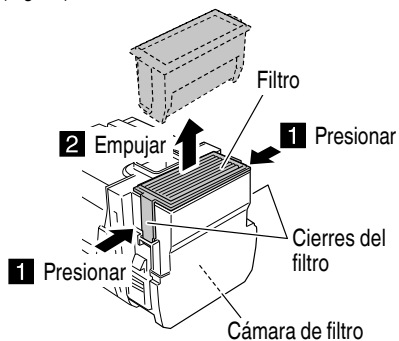

Fig. 15
- (3) Presione los 2 cierres a los lados de la tapa del filtro, luego tire hacia arriba y retire el juego de filtros. (Fig. 15)